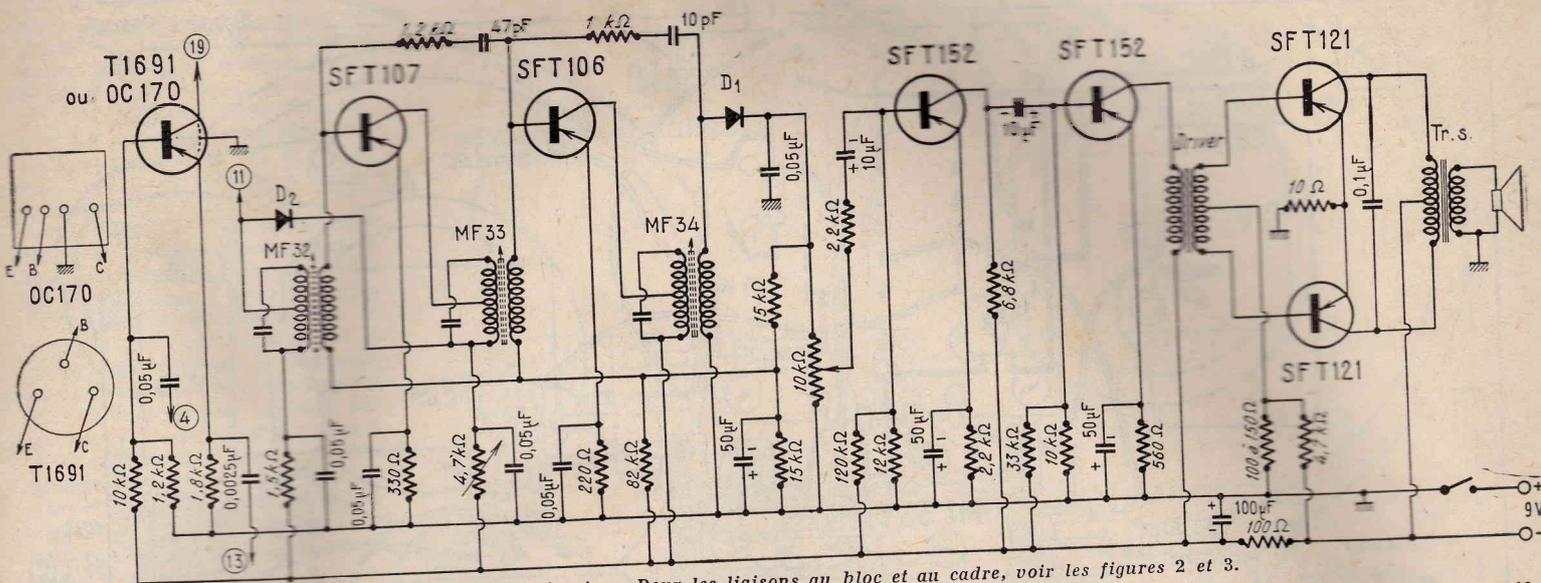
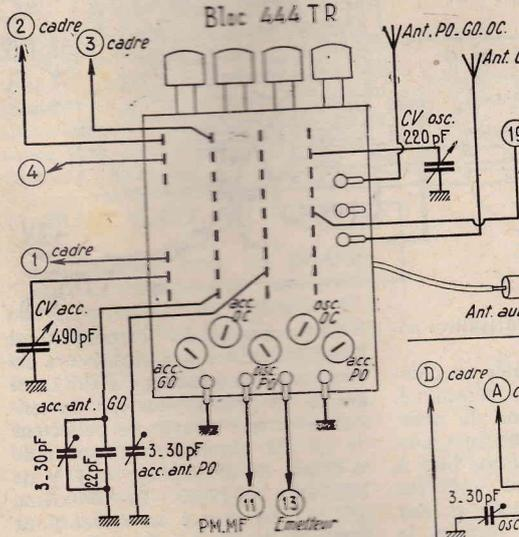

Fig. 1. — Schéma du récepteur. Pour les liaisons au bloc et au cadre, voir les figures 2 et 3.
Fig. 2. — Branchement du bloc 444 TR et du cadre 543 L.
La figure 1 représente le schéma de principe de la partie commune aux deux montages et la figure 2 le schéma pratique de branchement des cosses du bloc à touches et du cadre de la première version.
- Les autres connexions non mérotées, qui ne correspondent à des liaisons au schéma de figure 1 sont les suivantes :
Comme sur la figure 2, la correspondance des cinq noyaux de réglage est indiquée en regard des noyaux.
Après avoir détaillé le branchement des deux blocs, revenons au schéma de la figure 1.